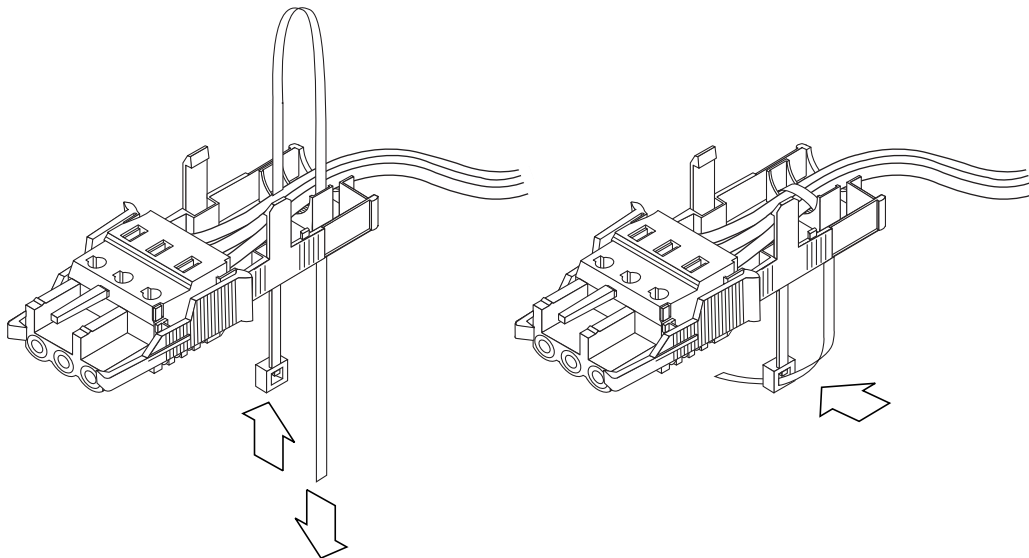

FIGURE 5-8 Fixation des fils au boîtier serre-fils tendeur
4. **Passez l'attache par dessus les fils, faites-la ressortir du boîtier, puis serrez-la de telle sorte que les fils soient maintenus fermement en place dans le boîtier (FIGURE 5-8).**